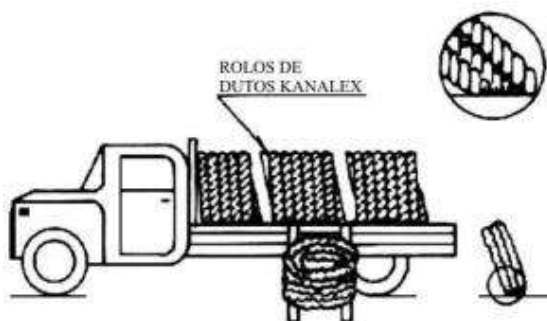

Figura 49
- a) Transporte / Manuseio Durante o transporte e manuseio dos dutos e acessórios, deve-se evitar que ocorram choques, atritos ou contatos com elementos que possam comprometer a integridade dos mesmos, tais como: objetos metálicos ou pontiagudos com arestas vivas, pedras etc. O descarregamento deverá ser efetuado cuidadosamente, não devendo permitir que os dutos sejam lançados diretamente ao solo, a fim de evitar a concentração de cargas num único ponto. Sugerimos a utilização de duas pranchas paralelas, como mostra a Figura 49, facilitando assim o descarregamento dos dutos.